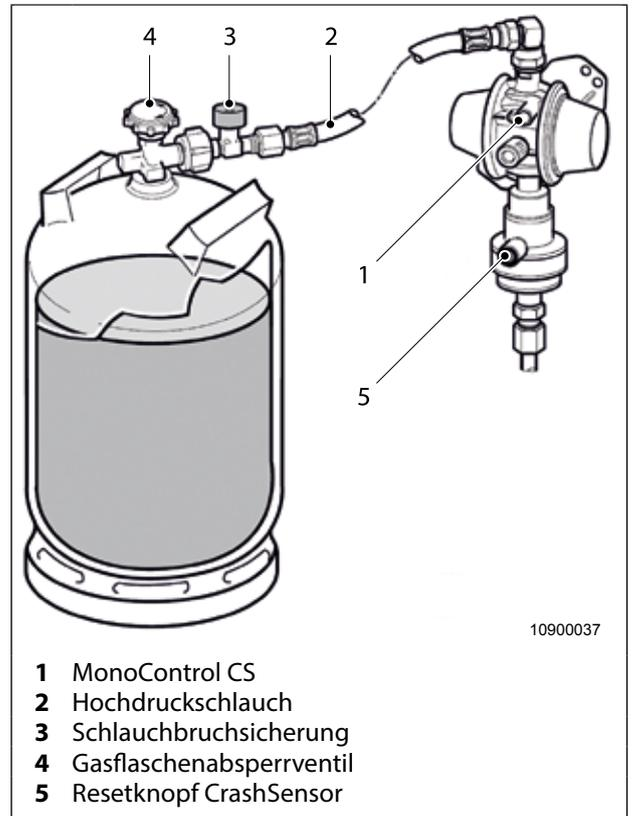

Abb. 35 Truma MonoControl CS
Für den Anschluss der Gasflasche an die Truma MonoControl CS (Abb. 35, Pos. 1) ist ein Hochdruckschlauch (Abb. 35, Pos. 2) mit Schlauchbruchsicherung (Abb. 35, Pos. 3) zwingend erforderlich.
1. Gasflaschenabsperrventil (Abb. 35, Pos. 4) öffnen.
2. Grüne Taste Schlauchbruchsicherung (Abb. 35, Pos. 3) kräftig drücken.
3. Ggf. – z. B. nach Neueinbau oder versehentlichem Gegenschlagen der Gasflasche an die MonoControl CS – zur Rücksetzung des CrashSensor-Auslöseelements den grünen Resetknopf (Abb. 35, Pos. 5) drücken.
1. Gasflaschenabsperrenteil (Abb. 35, Pos. 4) der leeren Gasflasche schließen.
2. Hochdruckschlauch (Abb. 35, Pos. 2) von der Gasflasche abschrauben. Falls vorhanden, Aufsteckadapter abnehmen.
4. Hochdruckschlauch (Abb. 35, Pos. 2) an die Gasflasche anschrauben. Falls vorhanden, Aufsteckadapter aufstecken.
5. Gasflaschenabsperrenteil (Abb. 35, Pos. 4) der vollen Gasflasche öffnen.
6. Grüne Taste Schlauchbruchsicherung (Abb. 35, Pos. 3) kräftig drücken.